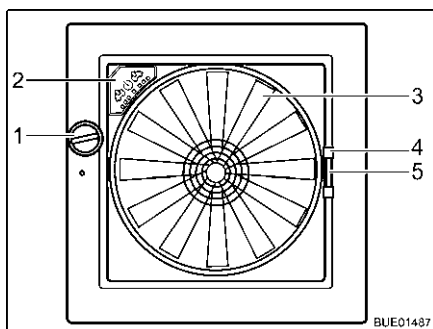

Fig. 70 Lanterneau Omni-Vent
- Tourner le bouton rotatif (Fig. 70,1) jusqu'à ce que l'angle d'ouverture désiré soit atteint.
- Tourner le bouton rotatif (Fig. 70,1) jusqu'à ce que le lanterneau soit entièrement fermé.
- Tirer la moustiquaire par la poignée (Fig. 70,4) vers le côté de cadre opposé.
- Presser la poignée (Fig. 70,5) du dispositif occultant.
**Ventilateur** Quand le lanterneau est ouvert, l'intérieur peut être aéré avec un ventilateur à 6 niveaux de puissance (Fig. 70,3). La commande du ventilateur s'effectue sur son panneau de commande (Fig. 70,2).